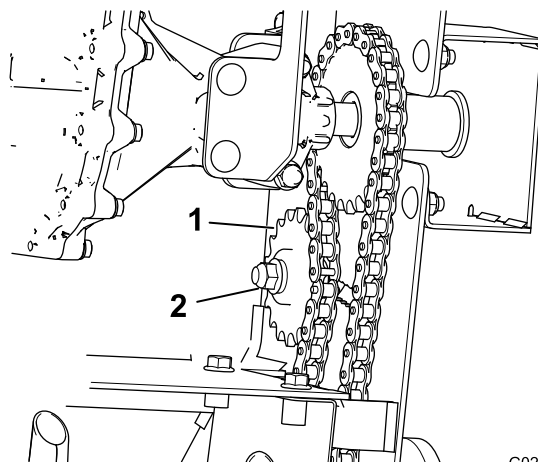

Figure 45
1. Desserrez l'écrou qui fixe le pignon de tension de la chaîne que vous tendez (Figure 45).